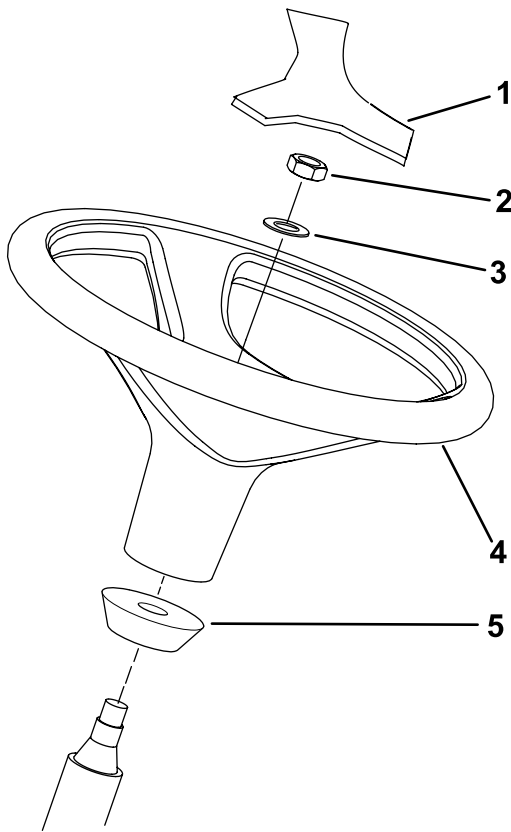

図 14
1. 出荷台からハンドルを外す。 図 14
**注** ステアリングシャフトについているウレタン製のカラーは外さないでください (図 14)。
3. ハンドルとワッシャをステアリングシャフトにはめ込む (図 14)。
5. ハンドルにカバーを取り付ける (図 14)。